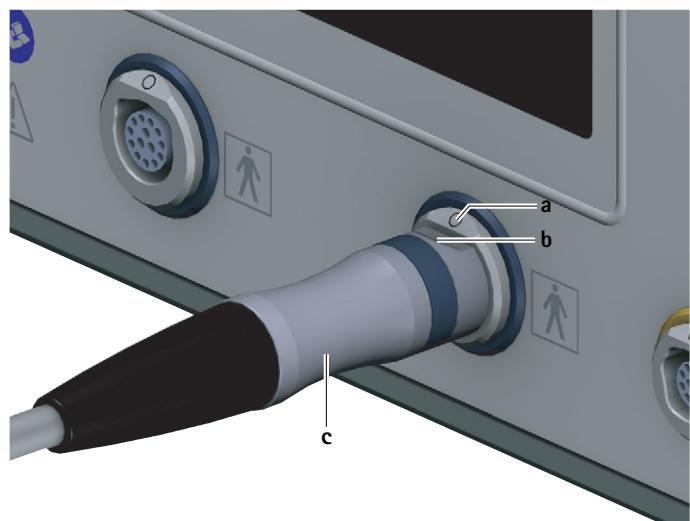

Fig. 3 Conexión del cable de motor
- ▶ Orientar el conector para unidad de control c en relación al cable de motor de forma que la marca b del conector coincida con la marca a de la conexión para elemento de aplicación 7, ver Fig. 3.
- ▶ Desenchufar el cable de motor conectado al conector para unidad de control c de la conexión para elementos de aplicación 7, ver Fig. 3.